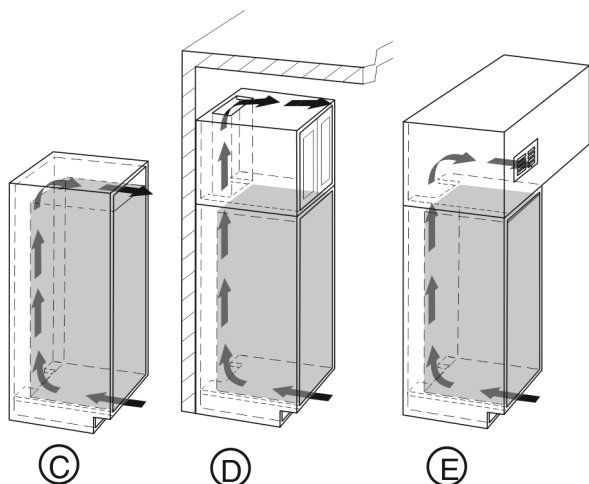

Fig. 7
- L'espace de ventilation du dessus peut être réalisé directement au-dessus de l'appareil avec une grille de ventilation disponible en option Fig. 7 (C), au-dessus du placard Fig. 7 (D) à proximité du plafond ou comme bouche de sortie d'air dans un faux plafond Fig. 7 (E).